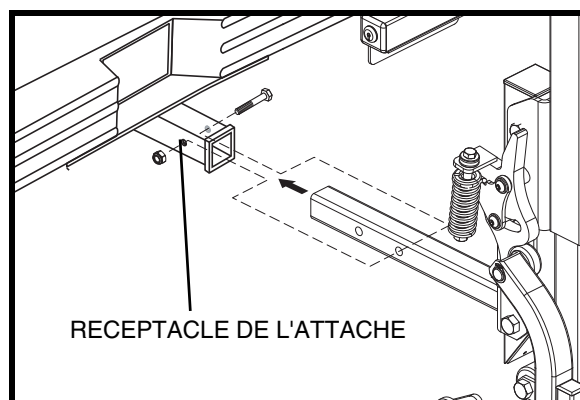

Figure 7. Installation de la structure de l'appareil de levage sur le véhicule
3. Glissez le tube dans le réceptacle de l'attache sur le véhicule, alignez l'orifice de montage le plus près possible du réceptacle. Voir la figure 7.
4. Verrouillez le tube d'attache avec le boulon et l'écrou fourni, insérez le boulon coté passager et montez l'écrou du côté du chauffeur. Voir la figure 7.